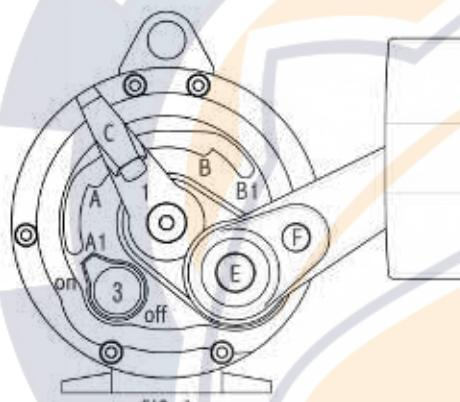
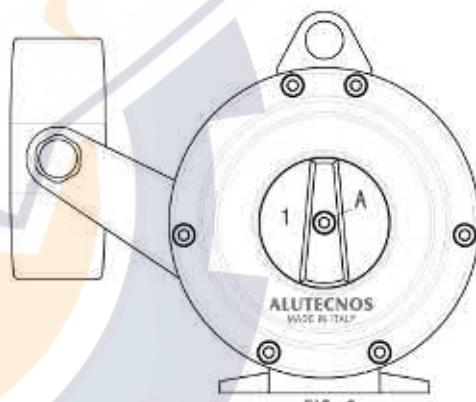

FIG. 1
FIG. 2
USO DELLA FRIZIONE La frizione è una delle componenti più importanti del mulinello e consente, mediante l'azionamento della leva C (fig. 1), di passare da uno stato pressoché libero ad uno stato di massime frenata della bobina su cui è avvolta la lenza. La corsa della leva C è delimitata da due limiti di sicurezza: A e B posti ad inizio e a fondo scalo. E' possibile superare questo, mediante una pressione sul pulsante -1-, il superamento di questi limiti consente di ottenere stati estremamente opposti: blocco in posizione A1 e di massimo freno in posizione B1. Nota: con la leva C in posizione A, la frizione esercita una leggera frenatura normalemente sufficiente ad impedire la formazione delle paromache sulla lenza.
AVVISATORE ACUSTICO In fase iniziale di pesca l'avvisatore acustico (cicala) -3- (fig. 1) dovrà essere inserito e quindi posizionato su -ON-, di modo che quando la lenza inizia a furiuscire, emetterà un segnale di avvertimento, tale segnale ha il solo compito di allertare il pescatore dopodiché il selettori -3- dovrà essere riportato in posizione -OFF-.
USO DEL PRE-SET Di estrema importanza, al fine di evitare la rottura della lenza durante la fase di pesca, è la pre-regolazione della frizione (strike). Questa operazione dovrà essere effettuata con il mulinello montato sulla canna, la lenza intitata negli appositi snelli dello stesso e la leva frizione C posta in posizione B-. Anzima la lenza ed agire sul pre-set -1- (fig. 2) sino ad ottenere una giusta tensione. Se vi è possibile fare uso di un dinamometro, individuare le giuste tensioni riportate la leva frizione in posizione A- quindi sbloccare la vite A- (fig. 2) rendendo così fissa la ghiera del pre-set -1-. Posizionarla sul riferimento -0- (zero) indiso nella flangia, bloccando la vite in precedenza sollevata. Fatto questo avremo le possibilità di varicare le prestazioni della frizione a nostro piacimento potendo poi ripristinarlo lo stato iniziale riportando la ghiera del pre-set sul riferimento -0- (zero).
- 4)-Quando il mulinello non viene utilizzato, la leva della frizione C va riportata in posizione di rilascio ossia sul punto A- (fig. 1). Così facendo libereremo il meccanismo da uno stato di sforzo e manderemo indietro la funzionalità della frizione;
THE USE OF THE DRAG The drag is one of the most important parts of the reel and permits the amount of drag exerted on the line to be adjusted from virtually nil to maximum by adjusting the lever C (fig. 1). The stroke of the lever C is controlled by two safety stops: A- and B- set respectively at the bottom and top of the scale. Drag can be set beyond these two stops by pressing button -1-, which permits the two opposite drag levels to be set: free in position A1- and max. drag in position B1-. Note: when the lever C is in position A-, the drag applies a slight braking pressure that is usually sufficient to prevent the formation of tangles.
AUDIBLE WARNING BUZZER The warning buzzer -3- (fig. 1) should be set in the -ON- position when beginning to fish so that the warning signal is given the moment that the line suddenly begins to come out. This signal serves only to notify the user of the movement of the line; afterwards the buzzer should be immediately reset in its -OFF- position.
THE USE OF PRE-SET The (strike) drag pre-set is extremely important and prevents the line from breaking during a strike. This operation is performed with the reel mounted on the rod, the line strung through the rod guides and the drag lever C set in the -B- position (fig. 1). Taut the line and work on the pre-set -1- (fig. 2) until the correct tension. If possible, use a dynamometer. Once the correct tension has been determined, bring back the drag lever to A-position, loosen the screw -A- (fig. 2) thereby leaving the pre-set -1- (fig. 2) ring not loose in play. Then set it on the -0- (zero) engraved on the left side plate and tighten the screw. Loosened previously. Once this has been done, the user can adjust the performance of the drag according to desire or return to the original condition by setting the pre-set ring not to the -0- (zero) setting.
- 4)-When the reel is not to be used for a long time, the drag lever C must be set in the rest position at the bottom of the scale A- (fig. 1). In this way, all pressure will be removed from the mechanism and drag functionality will remain unaltered;